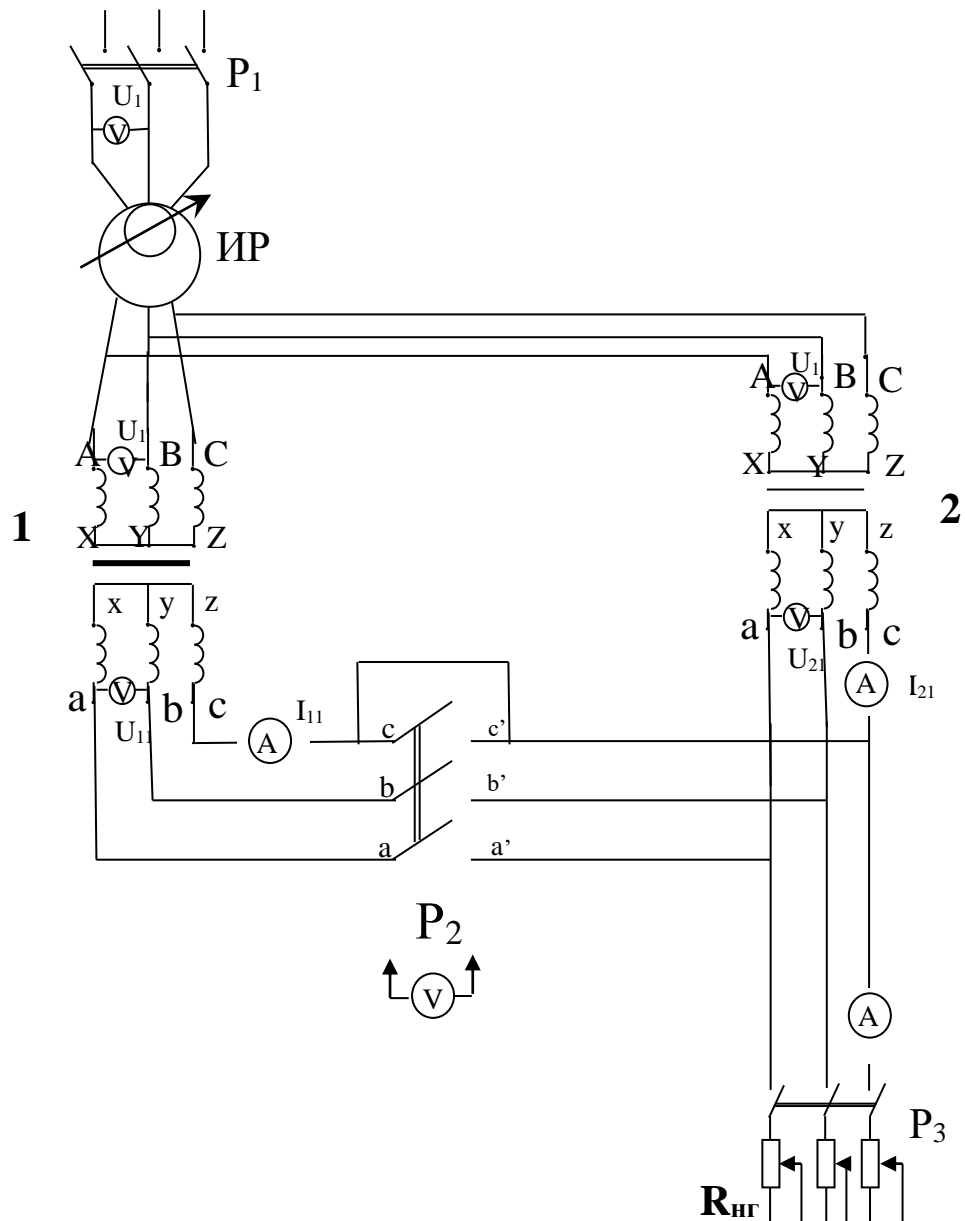

Рис.1.
3.1 Для опыта параллельной работы трансформаторов собирают схему, показанную на рис.1.